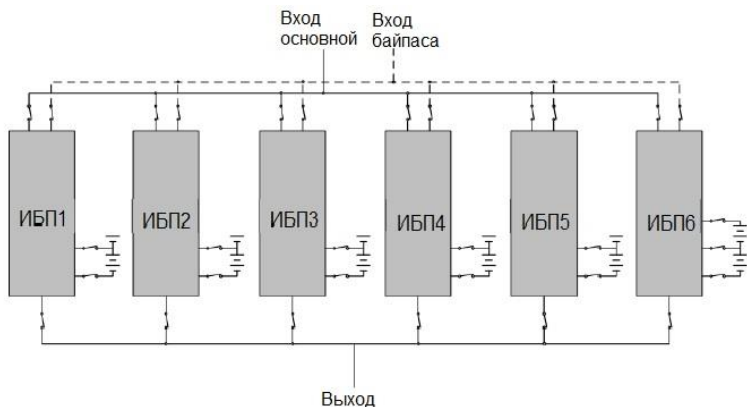
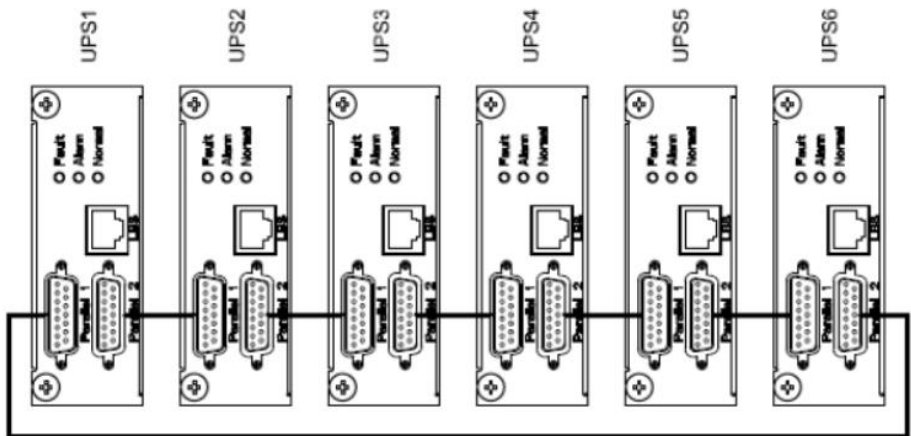

Рисунок 7 — Пример схемы подключения четырех изделий в систему параллельного резервирования с выходным распределительным шкафом.
Рисунок 8 — Схема соединения изделий в «кольцо» через параллельные порты
Изделие имеет встроенный параллельный контроллер и может работать в системе бесперебойного питания с параллельным резервированием (см. рисунок 7 и рисунок 8). Целью такой системы является либо повышение надежности (резервирование), либо увеличение общей выходной мощности (масштабирование).
- отключите входное сетевое питания каждого изделия, убедитесь в том, что все внешние выключатели разомкнуты (см. рисунок 7);